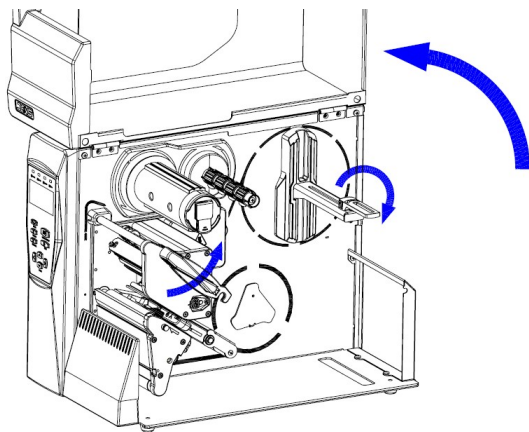

图 2.4.1
- 1) 打开打印机的右侧盖，向后掰动打印头抬起扳手；将其翻转至图示角度；将纸架右挡板向右打倒（见图 2.4.1）；